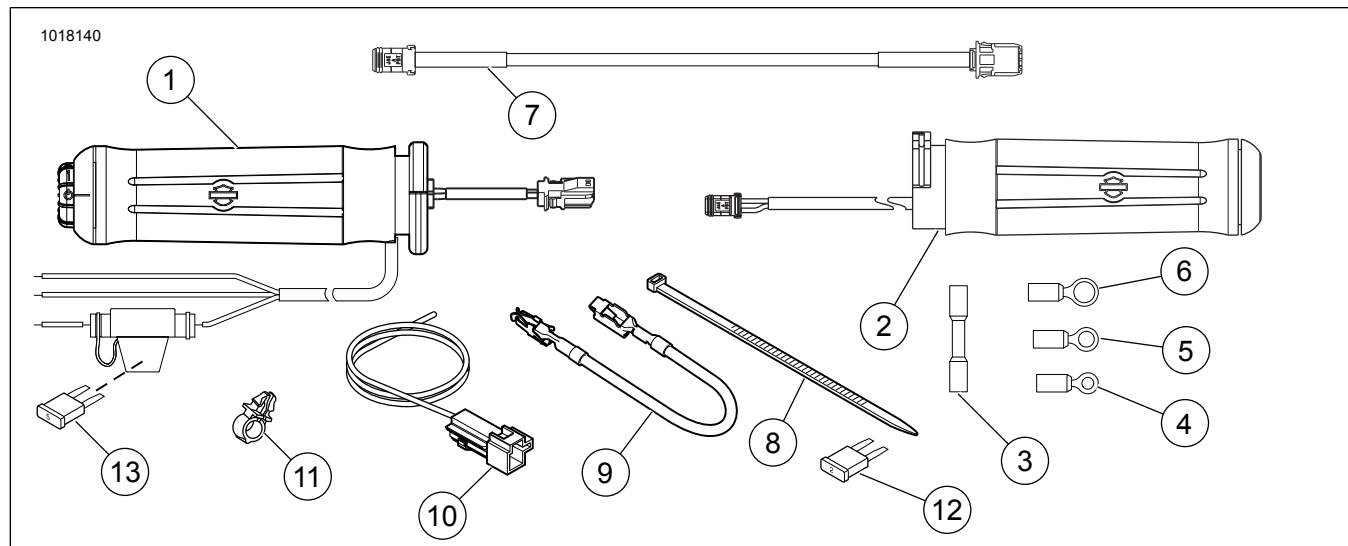

Figura 22. Piezas de servicio: Kits de empuñaduras con calefacción
3. Vea Figura 22. Seleccione el terminal de anillo correcto (4, 5 o 6) del kit para que se adapte al espárrago del terminal plateado (con el cable rojo) en el disyuntor.
1. Vea Figura 22. Seleccione el terminal de anillo correcto (4, 5 o 6) del kit para que se adapte al espárrago del terminal plateado (con el cable rojo) en el disyuntor.
2. Vea Figura 22. Seleccione el terminal de anillo correcto (4, 5 o 6) del kit para que se adapte al espárrago del terminal plateado (con el cable rojo) en el disyuntor.
2. Vea Figura 22. Enchufe el arnés adaptador (10) del kit en el conector B+.
Vea Figura 22 y Tabla 1.